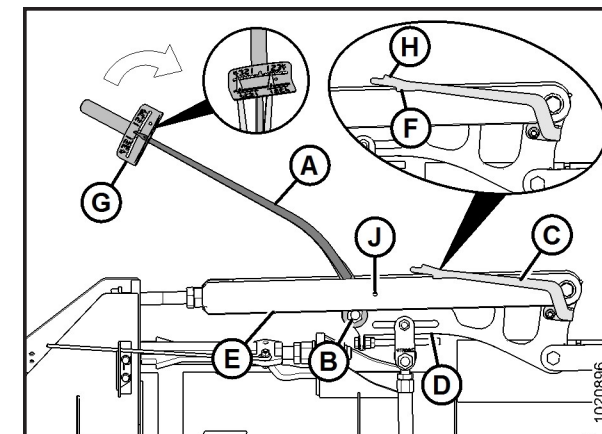

Рис. 8. Регулировочный механизм балансировки крыльев, слишком легкая настройка крыльев (показана левая сторона, правая является зеркальным отображением)
- а. С помощью динамометрического ключа (А) поверните угловой рычаг так, чтобы его нижняя кромка (D) установилась параллельно нижней кромке верхнего соединения (Е).
- б. Убедитесь, что стрелка (С) выровнена по верхнему соединению (Е). При необходимости подогните стрелку, чтобы выровнять ее по болтовому отверстию (J).
5. Передвиньте крыло вверх с помощью динамометрического ключа (А), пока нижний центровочный выступ (F) не окажется на одной линии с верхней кромкой верхнего соединения (Е). См. рис. 8. Снимите показание индикатора (G) на ключе и запишите его.